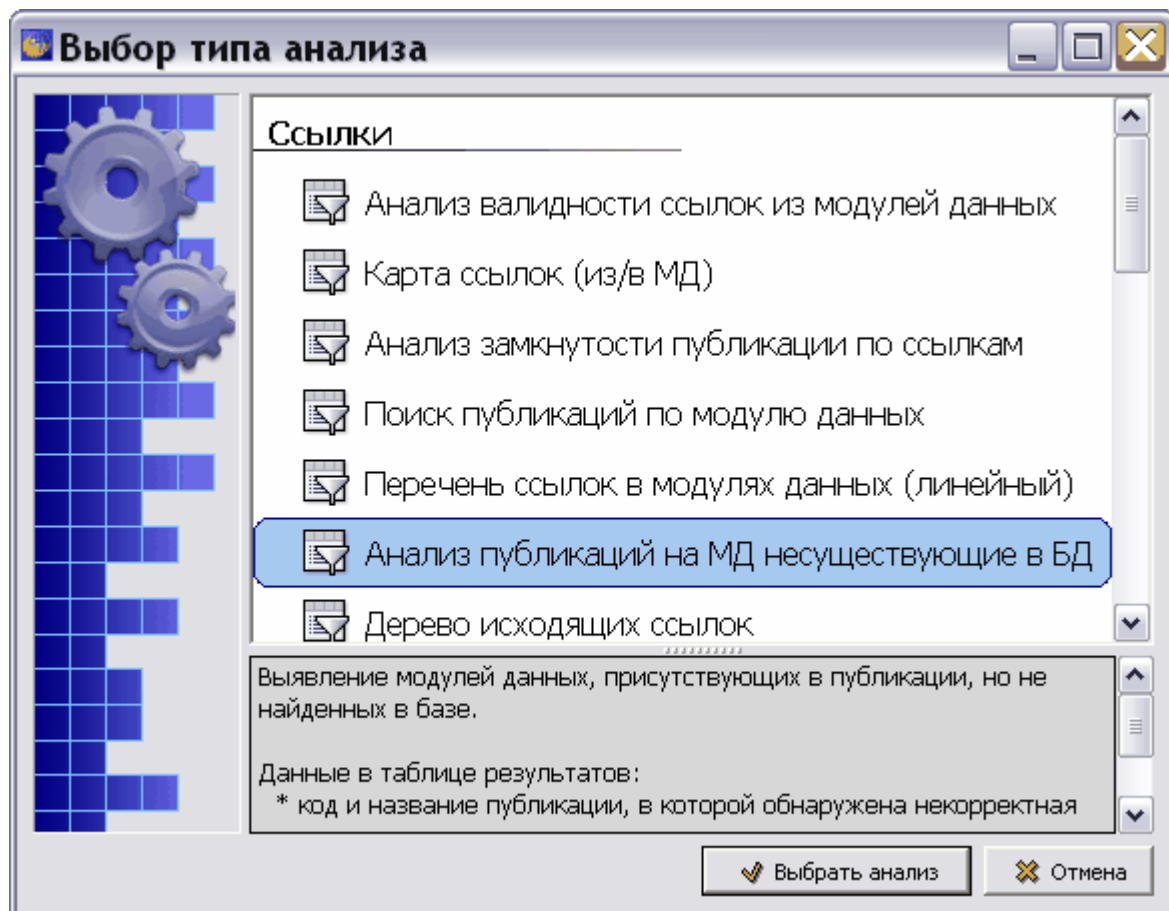

Рис. 8.152
1. В окне **Выбор типа анализа** выберите тип анализа «Анализ публикаций на МД несуществующие в БД» (Рис. 8.152).